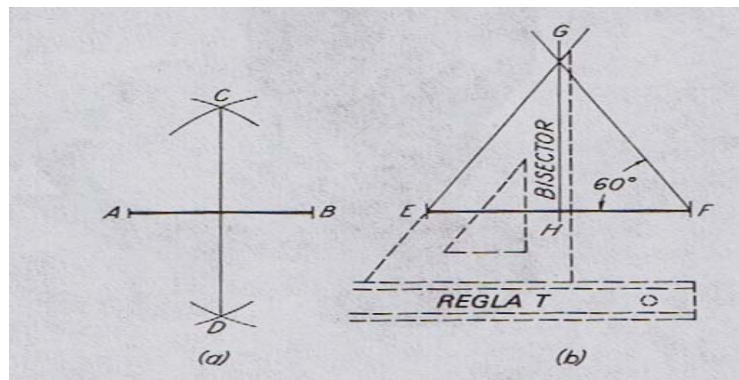

Fig. 3.2
I. El trazado de la mediatriz de un segmento (Fig 3.2).